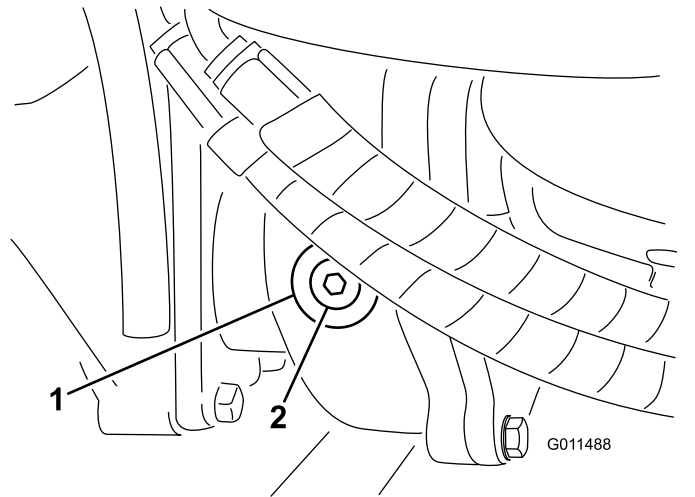

Figura 111
2. Togliete il tappo di controllo/riempimento dal lato sinistro del riduttore (Figura 111) e verificate che il lubrificante raggiunga la base del foro. Se il livello è basso, rabboccate con lubrificante fino a portarlo alla base del foro.